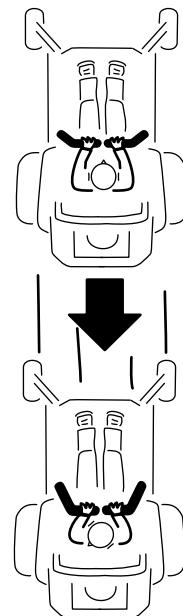

Bild 35
- Ziehen Sie zum Rückwärtsfahren die Fahrantrebshebel langsam nach hinten (Bild 35).